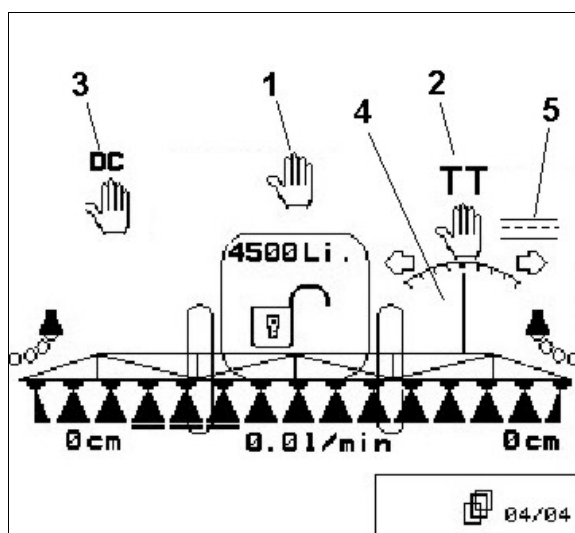
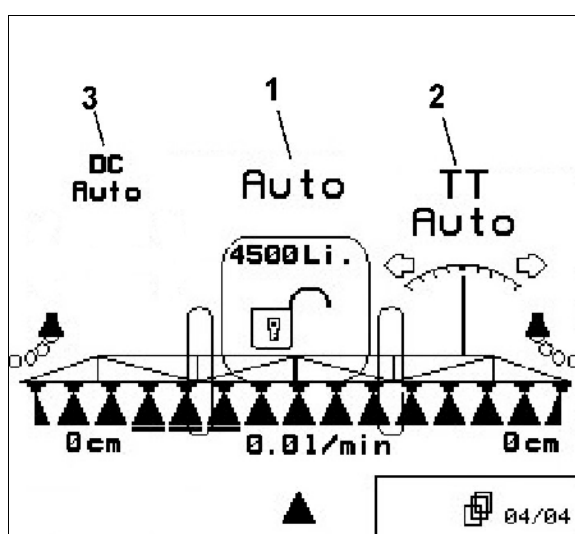

Рис. 70
Рис. 71
1. Регулировка нормы опрыскивания: Ручной режим (Рис. 70/1), автоматический (Рис.
2. Поддерживающая ось Trail – Tron: Ручной режим (Рис. 70/2), автоматический (Рис. 71/2), дорожный режим (Рис. 70/5)
3. Управление дистанционным контролем: Ручной режим (Рис. 70/3), автоматический (Рис. 71/3)
При включенном автоматическом режиме на дисплее появляется символ "Авто" (Рис. 70/1). Компьютер агрегата принимает на себя регулировку нормы внесения в зависимости от фактической скорости движения. При включенном ручном режиме на дисплее появляется
символ  (Рис. 71/1) и дополнительно показание [л/мин] (Рис. 71/2). Вы регулируете норму внесения вручную путем изменения давления опрыскивания клавишей  или .
При включенном автоматическом режиме на дисплее появляется символ "Авто" (Рис. 70/2). Компьютер агрегата берет на себя точный ход агрегата по одной колее с трактором.
Если скорость движения становится выше 15 км/час (движение по дороге), ось Trail – Tron автоматически переходит в нулевое положение и остается в режиме движения по дороге (Рис. 70/5).
символ  (Рис. 71/2). Нажимайте клавишу  или
→ Прицепной опрыскиватель снова подстраивается к трактору. На дисплее символ "поддерживающая управляемая ось" (Рис. 70/4) показывает выбранный поворот поддерживающей управляемой оси.
При включенном автоматическом режиме на дисплее появляется символ "Авто" (Рис. 70/3). Компьютер агрегата принимает на себя регулировку расстояния форсунка – обрабатываемая культура.
В ручном режиме появляется символ (Рис. 71/3). Дистанционный контроль отключен. Вы регулируете расстояние форсунки – обрабатываемой культуры вручную посредством регулировки наклона и высоты.